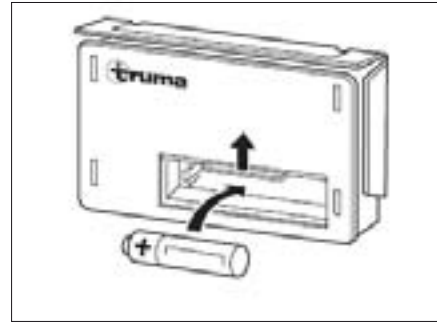

Bild 104 Batteriewechsel
- Die Abdeckung des Batteriefachs am Zündautomaten (Bild 104) nach oben schieben.
- Eine neue Batterie gleichen Typs polrichtig (+/-) in das Batteriefach des Zündautomaten einsetzen (Bild 104). Nur temperaturbeständige (+70 °C) und auslaufsichere Mignon-Batterien verwenden.